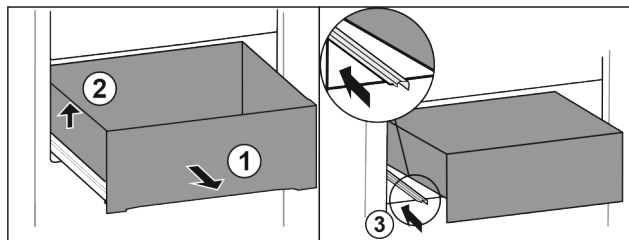

Fig. 89
- ▶ Schubfach bis zum Anschlag herausziehen. Fig. 89 (1)
- ▶ Schubfach links anheben. Fig. 89 (2)
- ▶ Linke Schiene einschieben. Fig. 89 (3)